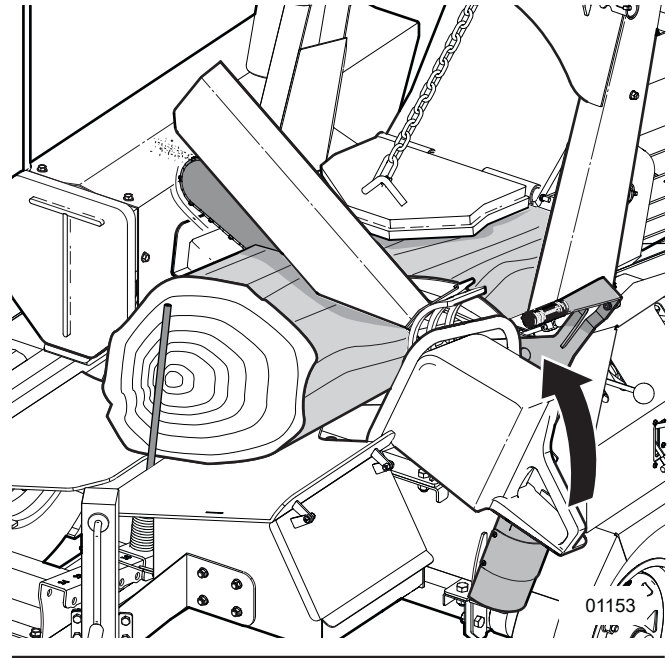

Figure 39 – Coupez une grume
3. Utilisez la tronçonneuse pour couper une grume. Vous pouvez également utiliser la poignée du support. Consultez *Figure 39.* Le guide-chaîne du support s'arrête sur le dessus de la grume, tandis que la tronçonneuse continue de couper la grume.